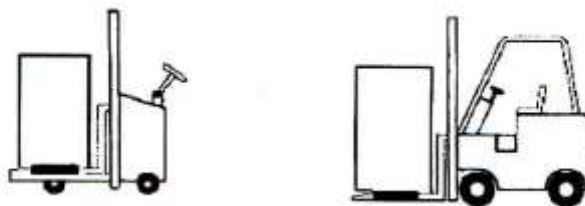

Рис. 1
1. При транспортировке до желаемого места перед распаковкой просьба использовать подъемный домкрат. (Рисунок 1)